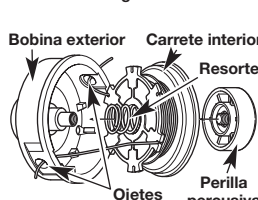

Fig. 19
1. Pase los dos extremos de línea a través de los ojetes de la bobina exterior. Ponga el resorte dentro del carrete interior. Inserte el carrete interior en la bobina exterior. Empuje a la vez el carrete interior y la bobina exterior (Fig. 19).